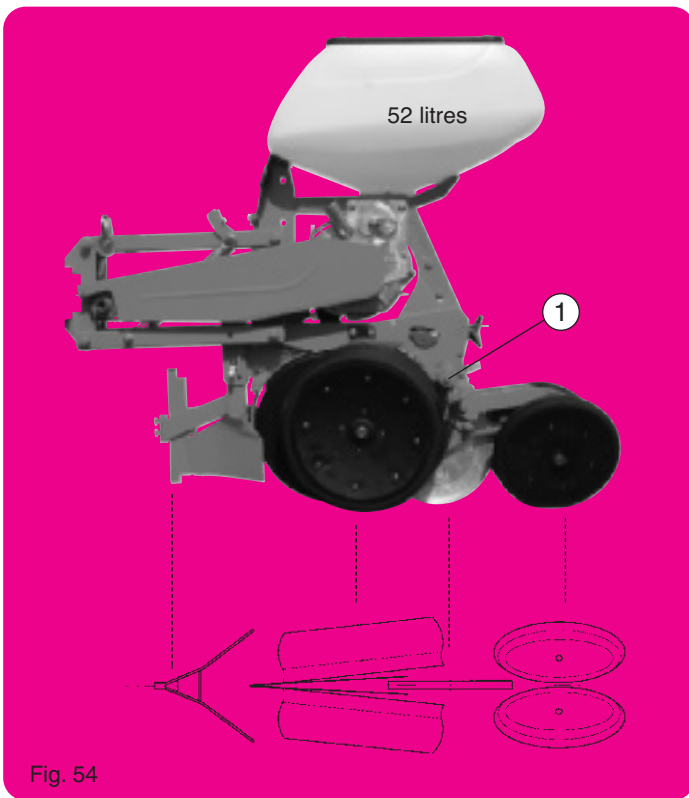

Fig. 54
- Semoir attelé, enlever les roues latérales de jauge avec les bras par les vis ① (fig. 54).
- Con la sembradora enganchada, quitar las ruedas laterales de nivel con los brazos con los tornillos ① (fig. 54).
- With planter hitched, remove the side gauge wheels with arms by using the screws ① (fig. 54)